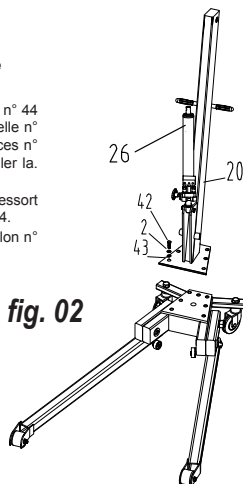

fig. 02
- Reportez-vous à la figure 02 : Utiliser la rondelle n° 2, la rondelle ressort n° 43 et le boulon n° 42 pour fixer la colonne n° 20 sur la base n° 44.